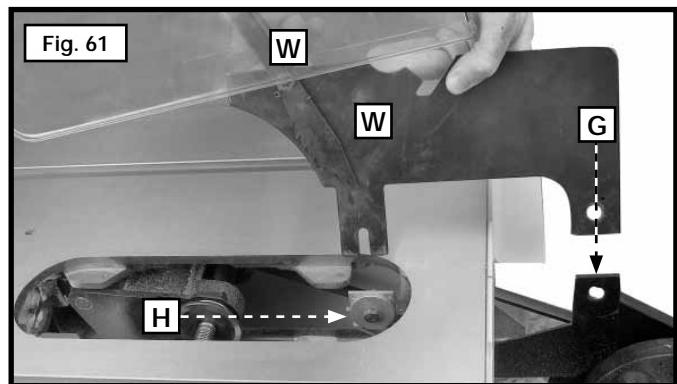

Fig. 61
**ATTENTION** Pour certaines opérations de coupe (fainurage et travail de moulure) qui ne requièrent pas une coupe de part en part de l'ouvrage, ne pas utiliser l'ensemble pare-main/couteau séparateur. Deserrer les vis en (G) et (H) FIG. 61. Lever et retirer l'ensemble pare-main/couteau séparateur (W).
- Lors de l'utilisation de la fraise à moulurer, ajouter une planche de repère (C) devant le guide longitudinal (fig. 61). Fixer la planche de repère sur le guide en mettant des vis à bois dans les trous qui devront être percés dans le guide. Des pièces de 19,1 mm (¾ po) d'épaisseur sont convenables pour la plupart des travaux, même si parfois un travail requiert une planche de repère de 25,4 mm (1 po).